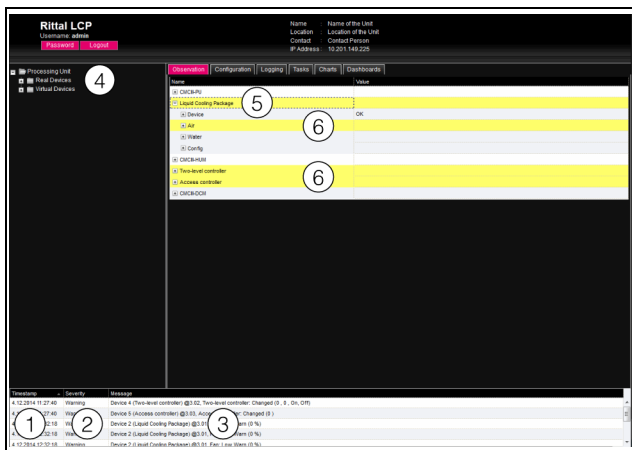

Fig. 109 : structure de l'affichage de message
1. Timestamp : date et heure auxquelles l'erreur est survenue (fig. 109, pos. 1).
2. Severity : gravité de l'erreur survenue. On distingue les avertissements (« Warning ») et les alarmes (« Alarm ») (fig. 109, pos. 2).
3. Message : message d'erreur en clair (fig. 109, pos. 3).
- Zone gauche (domaine de navigation) : le symbole devant le composant sur lequel l'erreur est survenue est coloré en rouge dans la domaine de navigation en cas de message d'alarme et en jaune en cas de message d'avertissement (fig. 109, pos. 4).
- Zone de droite (domaine de configuration) : dans l'onglet **Observation**, l'ensemble du composant ainsi que le paramètre spécifique pour lequel l'avertissement ou l'alarme est présent sont colorés en rouge ou en jaune (fig. 109, pos. 5 et 6).